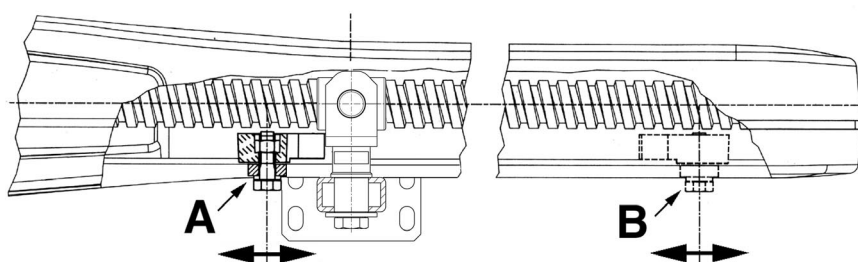

Fig. 9
Per posizionare i fermi si deve agire come da schema (Fig. 9).
To adjust the stoppers you have to follow the scheme (Fig. 9).
Pour positionner les colliers, il est nécessaire agir selon les indications du schéma (Fig. 9). Pour obtenir l'ouverture désirée, il suffit de déplacer le collier (A) et de le bloquer avec une clé n°13. Pour obtenir la fermeture désirée, il est nécessaire de déplacer le collier (B) (OPTIONAL).
Um die Endscharter einzustellen, müssen Sie wie in der Abbildung handeln (Abb. 9). Um die erwünschte Öffnungsweite einzustellen, genügt es, die Endscharter (A) zu verstellen und sie mit Hilfe eines Imbusschlüssels an der Mutterschraube festzuziehen. Um die erwünschte Schliessweite einzustellen, müssen Sie die Endscharter (B) verstellen.